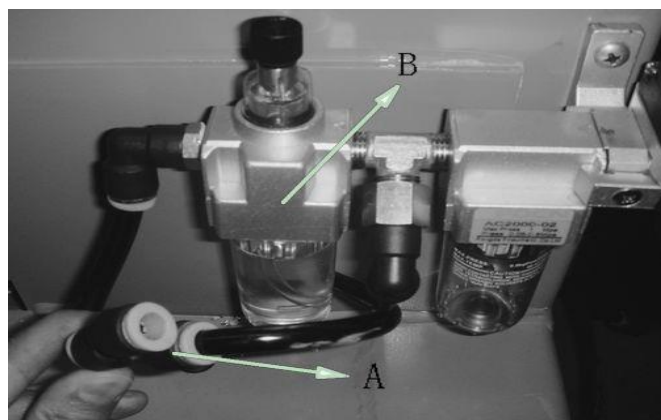

Рис. 7-5
7.1.6 Подключите шланг подачи воздуха и используйте Т-образное соединение Y (Рис.7-5 A) для подключения выходного шланга, а другой конец подключите ко входу клапана регулирования давления вспомогательного оборудования.
7.3.4 Выньте шланг из отверстия источника подачи воздуха и с помощью короткого отрезка ПУ шланга $\varnothing 8$ соедините Т-образное соединение Y с выходом, а другой конец подключите к шлангу источника подачи воздуха (Рис.7-5)
7.3.5 Вставьте конец ПУ шланга $\varnothing 8$ (Рис. 7-5) в свободный разъем Т-образного соединения Y, а второй конец подключите ко входу клапана настройки давления вспомогательного оборудования.